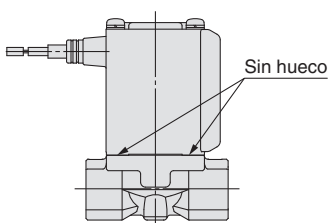
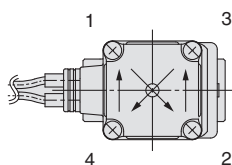

Fig.1
Fig.2
- Presione el conjunto de bobina contra el cuerpo y apriete los tornillos dos o más giros diagonalmente (Fig. 2) en el estado que no haya espacios entre el conjunto de bobina y el cuerpo (Fig. 1.)
* Después de apretar los tornillos, asegúrese de que no haya espacios entre la bobina y el cuerpo (Fig. 1.)